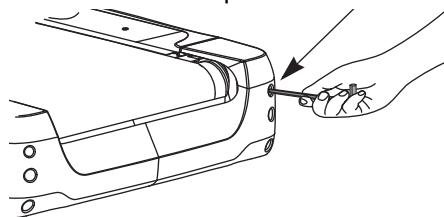

Figura 1
1. Ubique el perno de ajuste en la tapa del extremo del lado derecho en la esquina trasera de la caminadora (Figura 1).